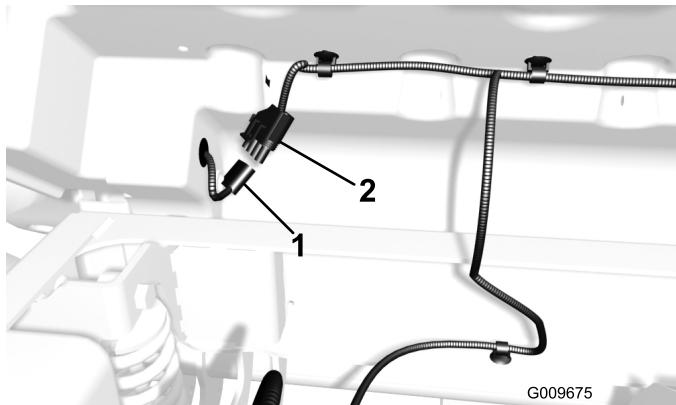

**Figura 24**
1. Individuate i fori di ancoraggio preesistenti nella parte inferiore del pianale (Figura 24).
2. Disponete il cablaggio posteriore come illustrato in Figura 24. Fate attenzione a disporre il tratto più lungo del cablaggio terminante con un connettore piatto a quattro perni per le luci posteriori in direzione della luce posteriore sinistra.